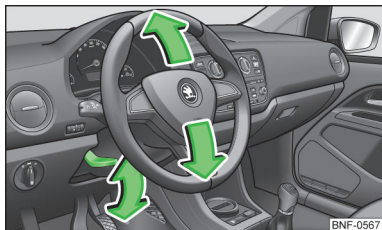

Fig. 2
- Gire la palanca de seguridad situada debajo del volante hacia abajo » **fig. 2**.